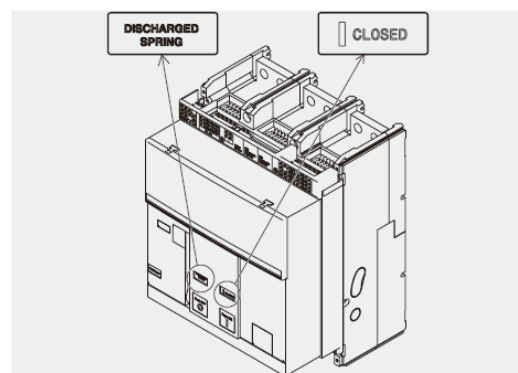

图 22
5. 确保断路器处于合闸状态（分闸/合闸指示器显示“I-CLOSED”），并确保弹簧未储能（弹簧状态指示器显示“white-DISCHARGED SPRING”），如图 22 所示。